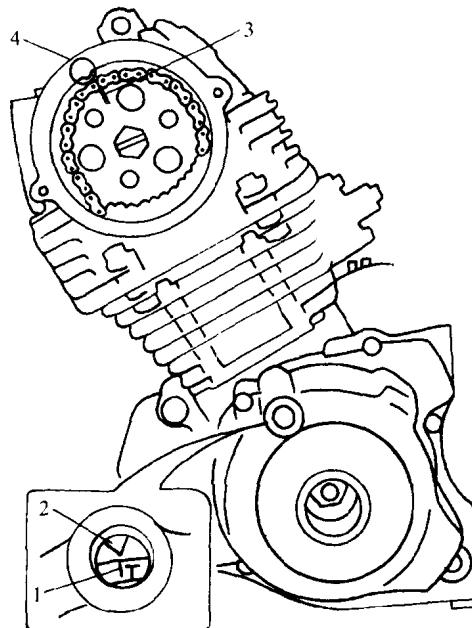

图 1-8 单缸机型的单顶置凸轮轴式配气机构配气正时的安装
(1) 单缸机型的单顶置凸轮轴式配气机构配气正时的安装方法。将磁电机飞轮上的“T”刻线对准曲轴箱上的刻线(或曲轴箱盖的检查孔上的标记), 同时也使正时从动链轮上的标记“0”或短刻线对准气缸盖上的标记(或从动链轮上的 2 个短刻线与凸轮轴轴承座孔的剖分面重合)(图 1-8), 再将时规链条装入正时从动链轮上, 并对齐凸轮轴和正时从动链轮上的螺纹孔, 用螺栓将正时从动链轮固定, 即可保证配气正时。